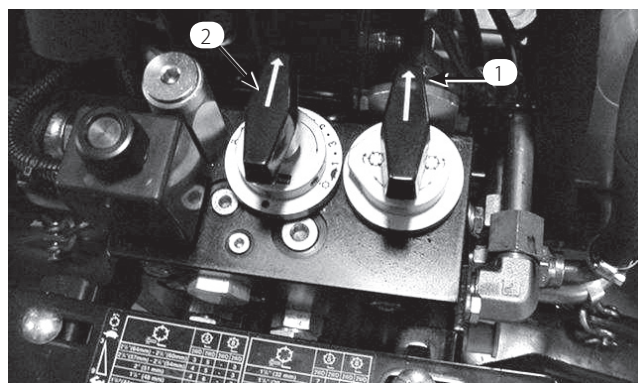

図 61
3. バルブ・ブロックについているバックラップ・ノブ (図61) を右に回してバックラップ位置にセットする。
リール速度ノブ (図61) は「1」に合わせる。